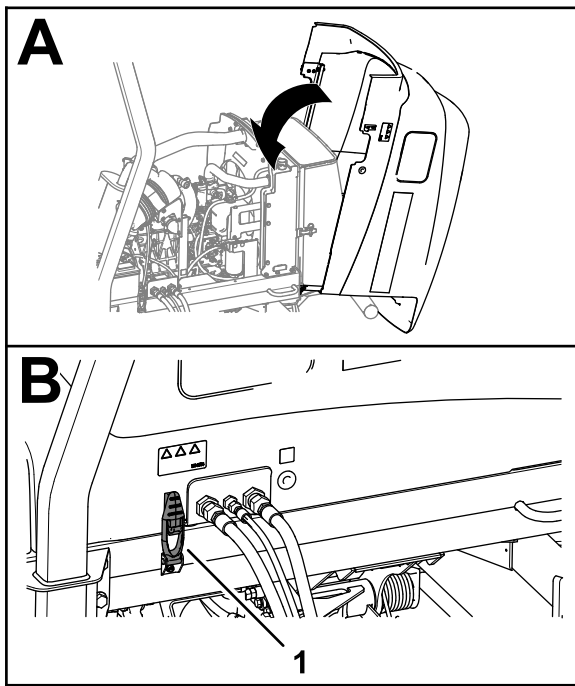

Figura 61
1. Gire cuidadosamente el capó para cerrarlo (Figura 61).